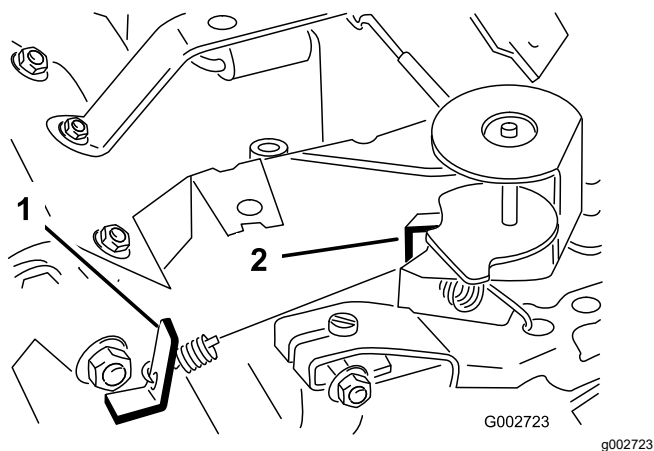

Figura 42
3. Piegate la linguetta di ancoraggio della molla regolata alla minima (Figura 42) per ottenere una velocità minima di 1.675 - 1.875 giri/min.
6. Piegate la linguetta di ancoraggio della molla del massimo (Figura 42) per ottenere una velocità massima di 3.350 - 3.450 giri/min.